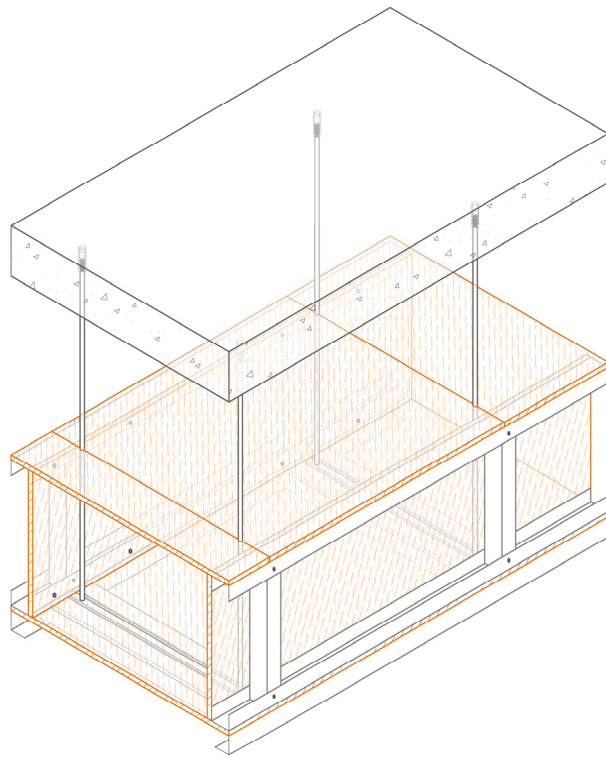

Рис. 9
- Смонтировать плиту «ТЕНSTRONG FIREGUARD» на боковые стенки короба сверху. Раскрой производится участками, соразмерными шагу шпилек. Разметить и высверлить в огнезащитной плите отверстия под шпильки для обеспечения плотного и сплошного прилегания торцов плит друг к другу (рис.9).